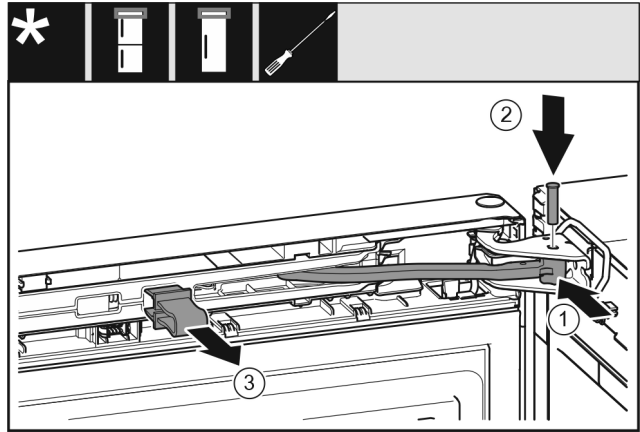

Fig. 21
- ▶ Scharnier in lagerbus draaien. *Fig. 21 (1)*
- ▶ Bout in de lagerbus en het scharnier aanbrengen. Opletten dat hierbij de vergrendelnok correct in de groef zit. *Fig. 21 (2)*
- ▶ Borging verwijderen. *Fig. 21 (3)*